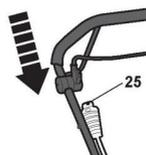

Fig. 16
2. Appuyer sur le bouton du démarreur (25) (Fig. 16).